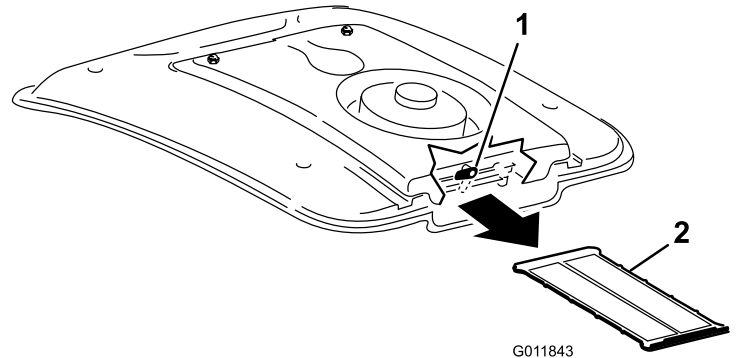

Bild 90
2. Drehen Sie den Riegel hinten an der Lüfterbefestigung zur Seite (Bild 90).
3. Schieben Sie das Klimaanlagegitter unter der Klimaanlage-spule heraus (Bild 90).
4. Reinigen Sie das Gitter gründlich mit Druckluft (Bild 90).